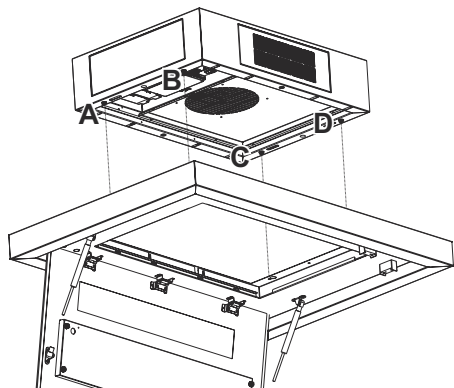

Abb. 13
3. ➤ An der Motobox befinden sich an den Punkten A,B,C,D 4 Schrauben für die Unterplattenmontage (Abb. 13).
Montieren Sie an den 4 Schrauben die Unterplatte (Abb. 13).